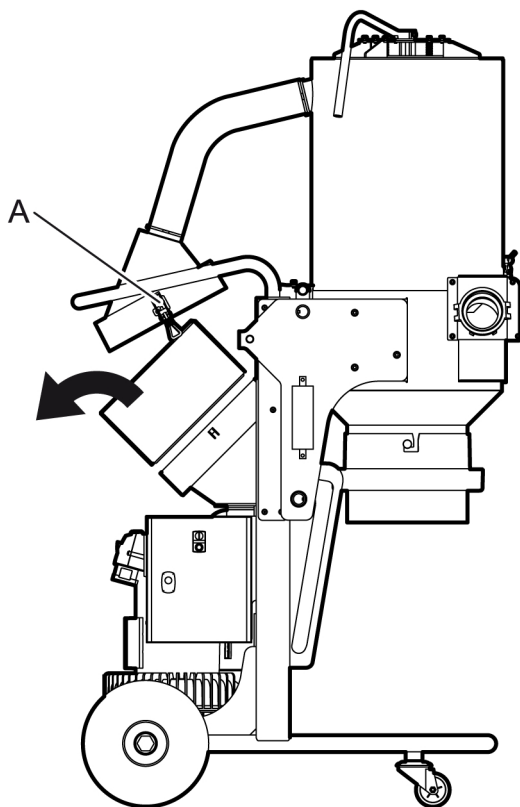

Figura 5-1. Sacar el filtro absoluto
1. Soltar las dos fijaciones rápidas (A) que sujetan el soporte del filtro absoluto. Dejar el soporte y la manguera colgando libremente; ver Figura 5-1, página 24.
2. Sacar el filtro absoluto; ver Figura 5-1, página 24.